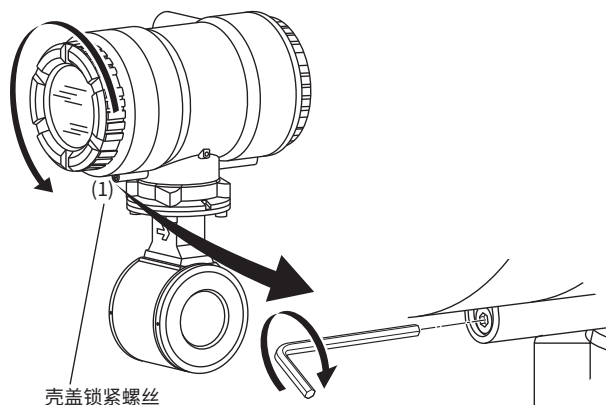
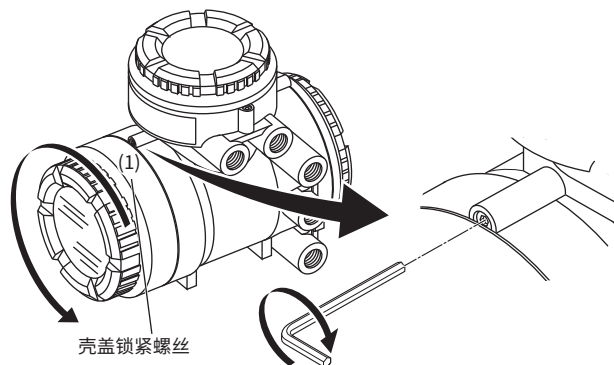

图3.6.1 取下显示器壳盖(一体型流量计)
图3.6.2 取下显示壳盖(AXG4A分体型变送器)
- 用扳手沿顺时针方向拧松壳盖锁紧螺丝(1)(参阅图3.6.1和图3.6.2), 打开壳盖。从制造厂发货时, 壳盖是锁紧的。手持流量计, 沿逆时针方向旋转, 取下壳盖。
(3) 安装壳盖
- 使用六角扳手(标称尺寸3)逆时针方向拧紧壳盖锁紧螺丝(1)(参阅图3.6.1和图3.6.2), 锁紧壳盖。